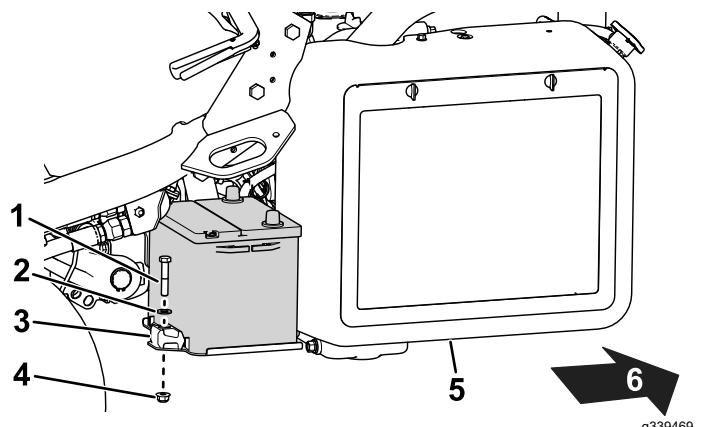

Figure 36
5. Placez la batterie sur son support et fixez-la en place avec les fixations retirées précédemment (Figure 36).